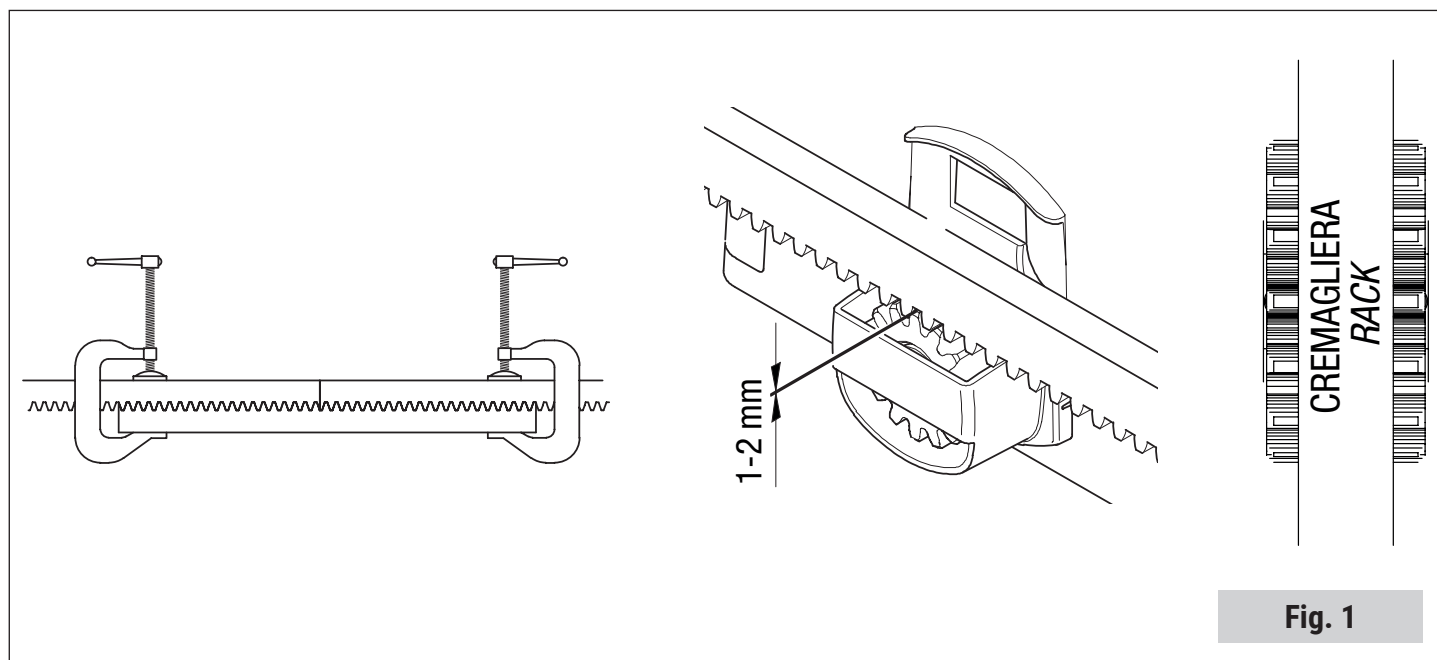

Fig. 1
- Para um alinhamento e passo correto entre duas peças de cremalheira, é recomendado o uso de um elemento de ligação na fase de fixação, conforme indicado na fig. 1.
- Se i finecorsa sono di tipo meccanico: R = DESTRO; L = SINISTRO (fig. 1).
- With mechanical limit switches: R = RIGHT; L = LEFT (fig. 1).